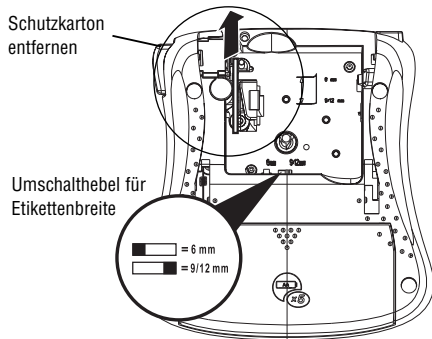

Abb. 3
Vor dem ersten Gebrauch entfernen Sie bitte den Schutzkarton zwischen dem Druckkopf und der Andruckrolle (Abb. 3).
2. Stellen Sie den Hebel auf die entsprechende Größe der Schriftbandkassette ein (Abb. 3).